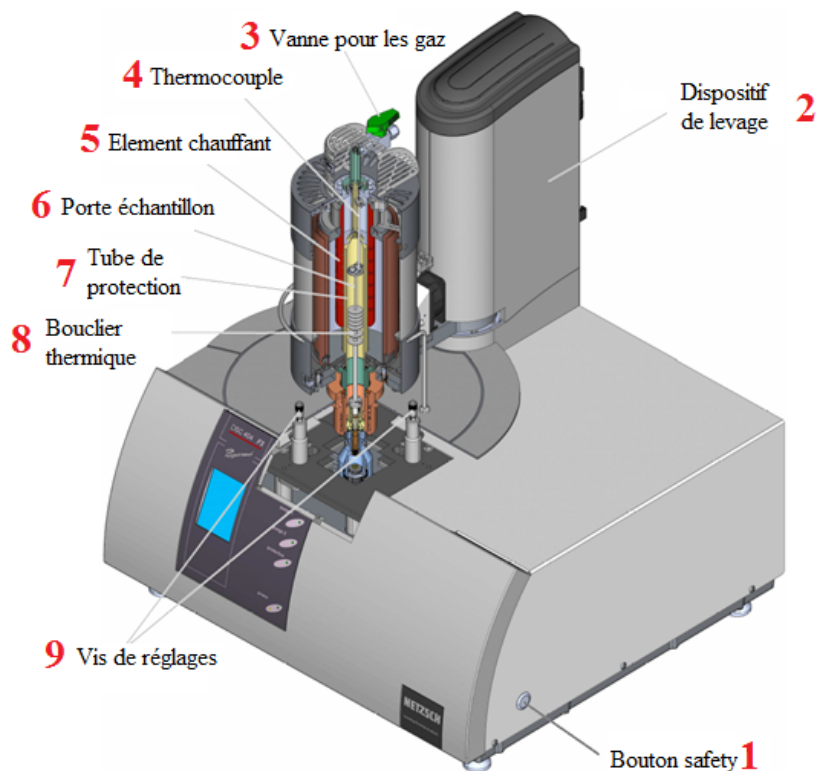

Figure 3 : Coupe de l'unité de mesure de la DSC
- 1 : en appuyant simultanément sur ce bouton et sur le « **button safety** » (Figure 3) : ouverture de l'unité de mesure de la DSC.
- 2 : en appuyant simultanément sur ce bouton et sur le « **button safety** » (Figure 3) : fermeture de l'unité de mesure de la DSC.